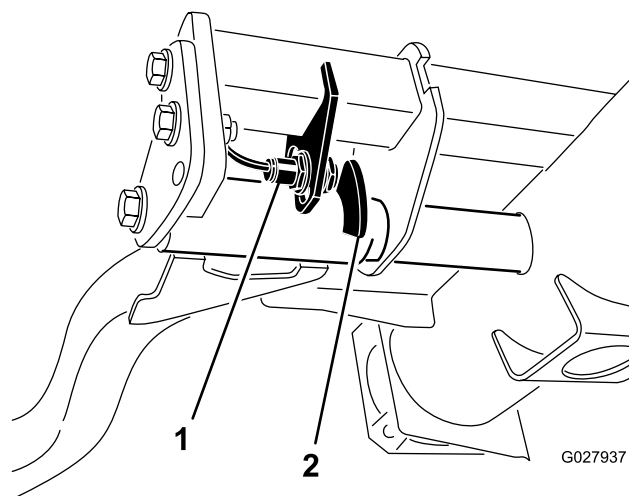

Figura 36
2. O interruptor do braço de elevação encontra-se por baixo do depósito hidráulico por trás do braço de elevação direito dianteiro (Figura 36).
3. Solte os parafusos de montagem do interruptor (Figura 36) e desloque o interruptor para baixo para aumentar a altura de viragem do braço de elevação ou desloque o